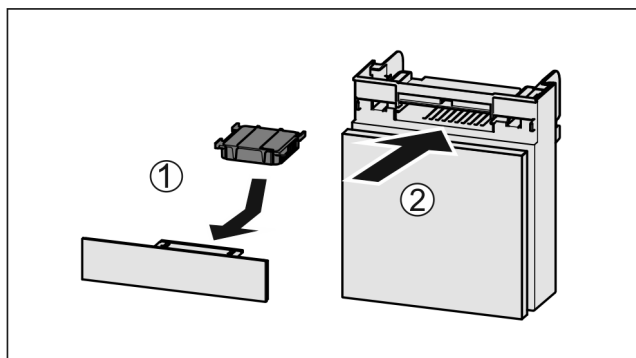

Fig. 128
- ▶ Sätt in Fig. 128 (1) aktivtkolfiltret enligt bilden.
- ▶ Skjut in Fig. 128 (2) lådan.